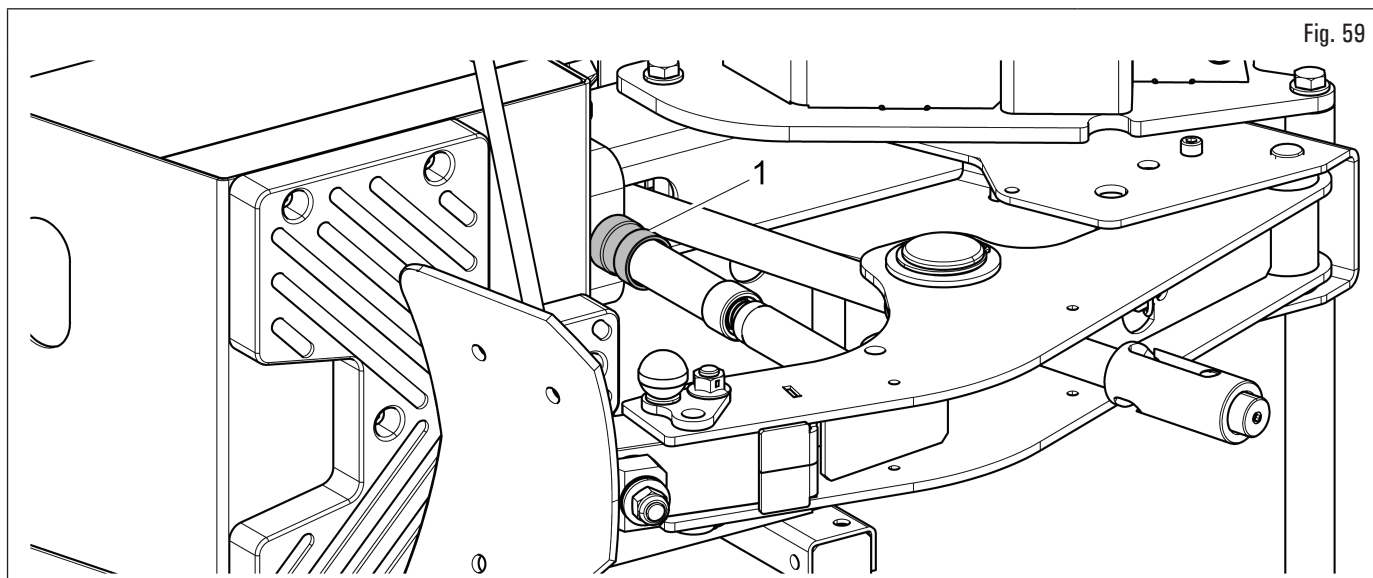

Fig. 59
2. regolare la corsa del limitatore di corsa stallonatore agendo sulla sua ghiera di regolazione (Fig. 59 rif. 1), in modo che la paletta possa penetrare oltre il bordo del cerchione per un'altezza pari all'altezza di un cuneo della prolunga premitallone;